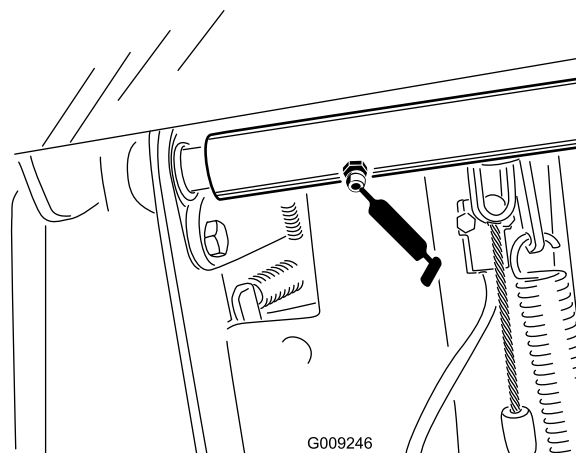

Рисунок 34
- Подшипники поворотного шкворня педали тормоза (2 шт.) (Рисунок 34)